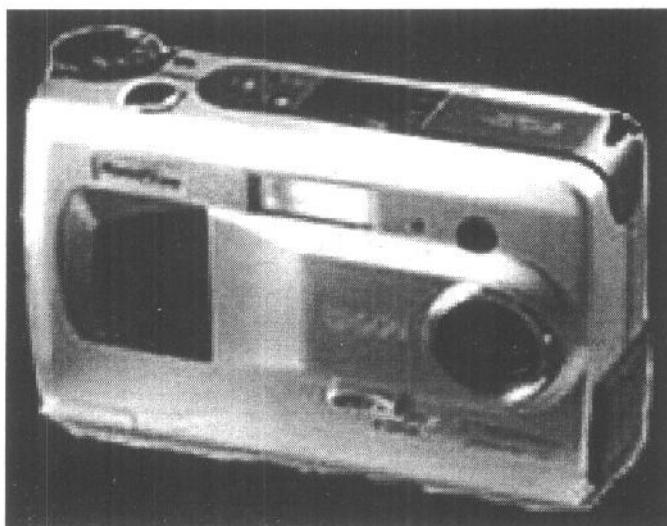

图 1-2 Epson PhotoPC 800
3. 爱普生 Epson PhotoPC 800 (图 1-2)